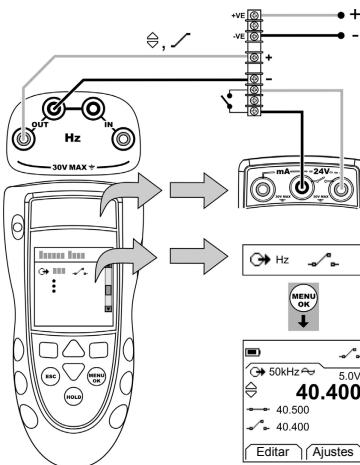

Figura 6: Exemplo de configuração – Teste de chave
- Conecte o instrumento (Figura 6) e, se necessário, ajuste o Conf. (Tabela 1).